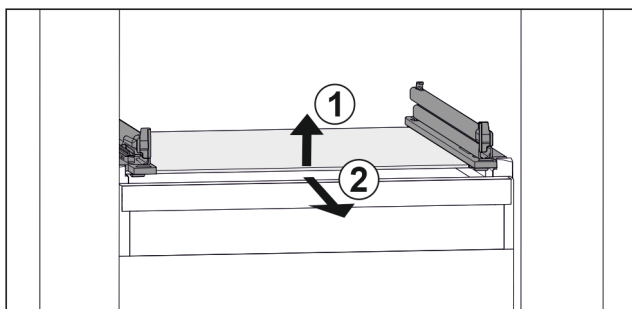

Fig. 81 Příklad znázornění skleněné desky
- ▶ Nadzvedněte skleněnou desku vpředu. Fig. 81 (1)
- ▶ Vyjměte skleněnou desku dopředu. Fig. 81 (2)